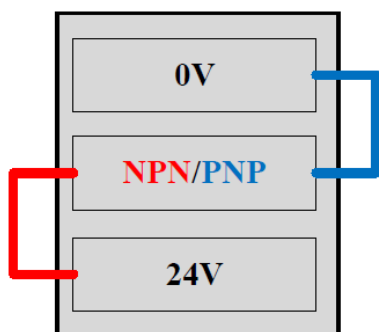
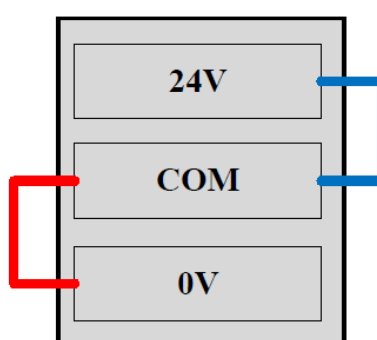

图 5-4: NPN/PNP 配置接口连接方式
图 5-5: COM 接口连接方式
- NPN → 连接至 24V 端口（参考图 5-4 中红色连接线）
- COM 口 → 连接至 0V 接口（参考图 5-5 中红色连接线）
- PNP → 连接至 0V 端口（参考图 5-4 中蓝色连接线）
- COM 口 → 连接至 24V 接口（参考图 5-5 中蓝色连接线）
请严格按照图 5-4 至图 5-5 所示方式正确连接端子，确保 COM 端的连接与相应的 NPN 或 PNP 信号配置相匹配。系统会自动检测 NPN、PNP 配置是否与 COM 端口连接相匹配，若连接缺失或连接错误，则会触发安全系统报警，如图 5-7 至图 5-6 所示。